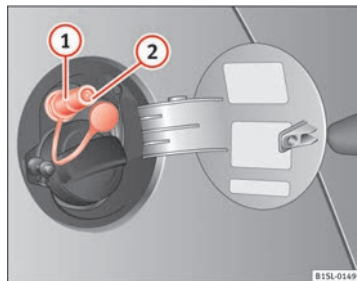

Abb. 111 Geöffnete Tankklappe: Gas-Einfüllstutzen ①, Dichting des Einfüllstutzens ②.
- Öffnen Sie den Gas-Einfüllstutzen ⇒ Abb. 111 ①.